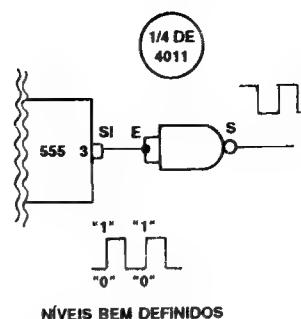

FIG. 10
- FIG. 10 - O INTEGRADO 555 (JÁ VISTO EM "AULA" ESPECÍFICA...) É UM EXCELENTE "COMPANHEIRO" PARA OS GATES E BLOCOS LÓGICOS C.MOS... - As exigências de "definição" clara de níveis "altos" ou "baixos", pertinentes aos C.MOS, fazem, por exemplo, com que suas Entradas "casem" muito bem com uma Saída de Integrado 555... Esse versatílimo Integrado, estudado em nada menos que duas "Aulas" específicas, é daqueles meio "híbridos", capazes de muito bem transitar tanto no universo ANALÓGICO quanto no DIGITAL... No caso, o importante é lembrar que a sua Saída (pino 3) **sempre** apresenta níveis ou estados muito definidos, ou praticamente iguais a "zero volt" (potencial equivalente ao da linha do **negativo** da alimentação...) ou praticamente equivalentes à Tensão **positiva** da alimentação... Nunca se mostrarão, num pino de Saída de 555, transições "lentas" de Tensão, "rampas" de "voltagem"... Suas mudanças de